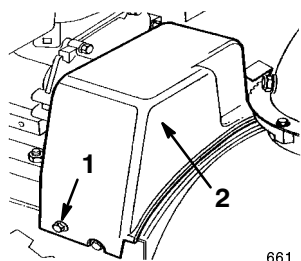

Figure 22
3. Retirez les 2 vis de fixation du carter de courroie et mettez ce dernier de côté (Fig. 22).
2. Retirez les 2 vis de fixation du carter de courroie et mettez ce dernier de côté (Fig. 22).